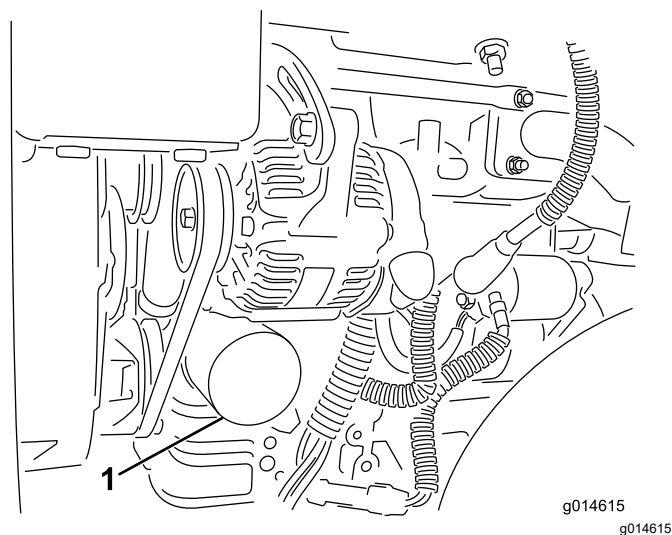

図 30
2. オイルフィルタ図 30 を外す。新しいフィルタのガスケットに薄くエンジンオイルを塗る。